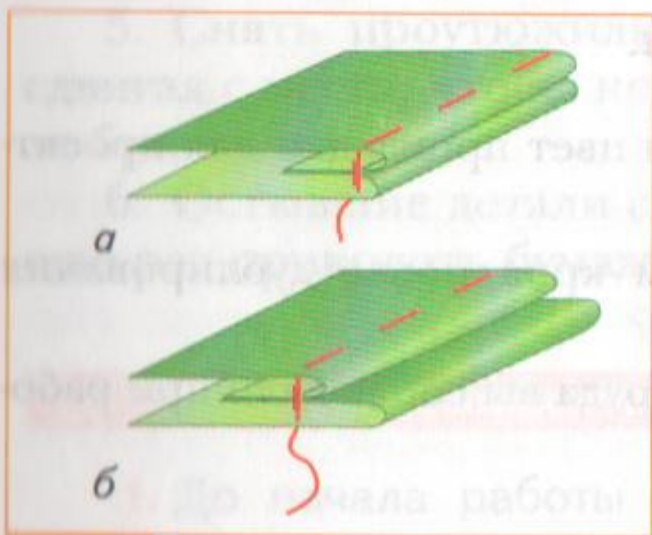

Рис. 83 Вымётывание
При этом выправленный шов может располагаться точно на сгибе (рис. 83, а); одна из деталей может образовать кант — выступающий край шириной 1–3 мм (рис. 83, б).
1. Наложить деталь «Образец притачивания (маленькая деталь)» на деталь «Образец притачивания (большая деталь)», совмещая срезы припусков на швы, и проложить строчку прямых стежков на расстоянии 1 мм от линии шва в сторону срезов (см. рис. 83). Длина стежков — 10–15 мм.